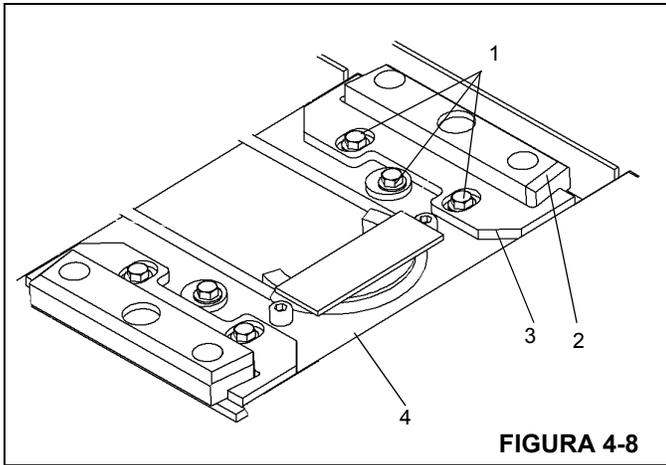

FIGURA 4-8
7. Retire los pernos, las arandelas y las arandelas descentradas (1) que fijan cada almohadilla de desgaste superior trasera ajustable (2). Retire las almohadillas de desgaste, las placas retenedoras (3) y los pernos de la parte superior de la sección central exterior (4) Figura 4-8.
8. En la parte delantera superior de la sección central interior, quite los cuatro pernos y arandelas (1) que fijan el conjunto de poleas (3) de los cables sincronizadores (2). Coloque el conjunto con los cables encima de la sección central exterior (4) Figura 4-8.